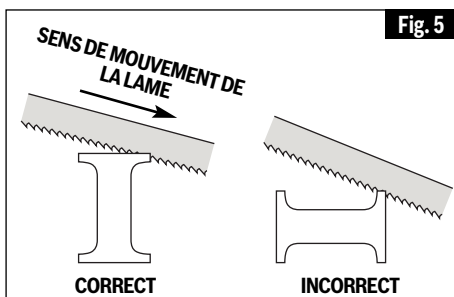

Fig. 5
2. Commencez à couper sur une surface où le nombre de dents le plus élevé sera en contact avec l'ouvrage à un moment donné (Fig. 5).